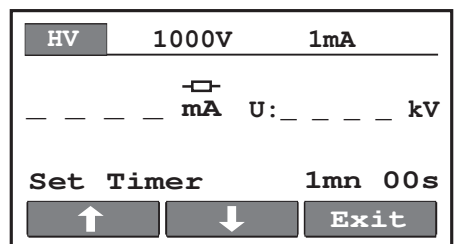

Abb. 7 - Menü für Zeitgebereinstellung
- Zeitgeber einstellen (Abb. 7)